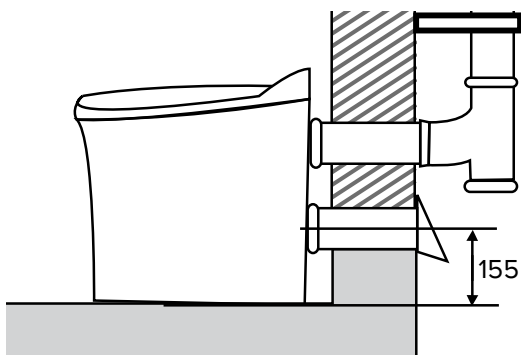

fig. 2
3. Stecken Sie eines der mitgelieferten kurzen Rohre mit dem konischen/abgerundeten Ende in die Toilette. Markieren Sie den Rohrstützen ca. 40 mm vom konischen Ende, damit Sie wissen, wie weit das Rohr in die Toilette eingesteckt werden muss. Fig. 2 und 3.